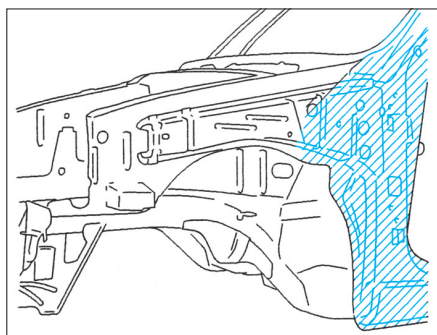

FIG. 57
- Pulvériser de la cire fluide (Fig.57).